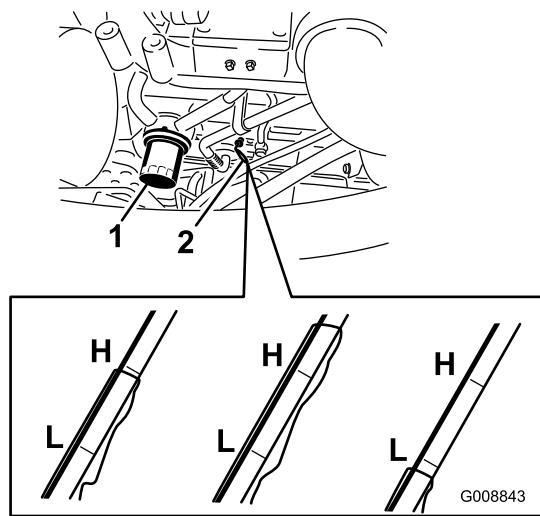

Bild 56
- 2. Entfernen Sie den Peilstab (Bild 56), wischen ihn ab und führen ihn wieder in das Rohr ein; ziehen Sie ihn dann wieder heraus. Der Ölstand sollte an der Voll-Marke sein.
- Entfernen Sie den Ölfilter (Bild 56). Ölen Sie die neue Dichtung am Ölfilter leicht mit frischem Öl ein, bevor Sie den Filter eindrehen. **Ziehen Sie nicht zu fest.**